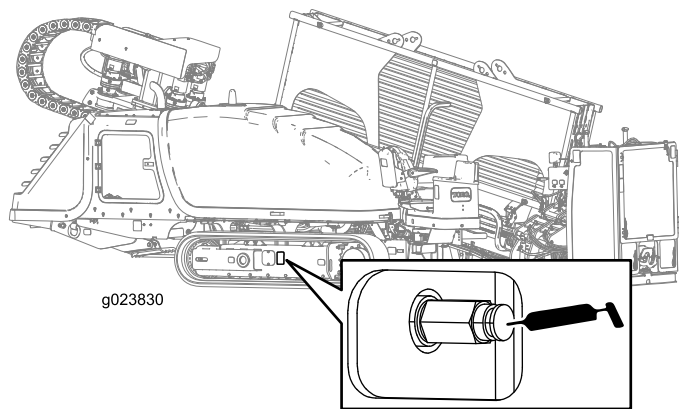

Figura 106
2. Retire la suciedad y los residuos de alrededor de la válvula de grasa del sistema de tensado de la oruga (Figura 106).
4. Aplique grasa al engrasador hasta que la tensión alcance los 31,026 bar, según se muestra en Figura 106.
4. Gire la válvula de grasa del sistema de tensado de las orugas en sentido antihorario **no más de una vuelta** (Figura 106).